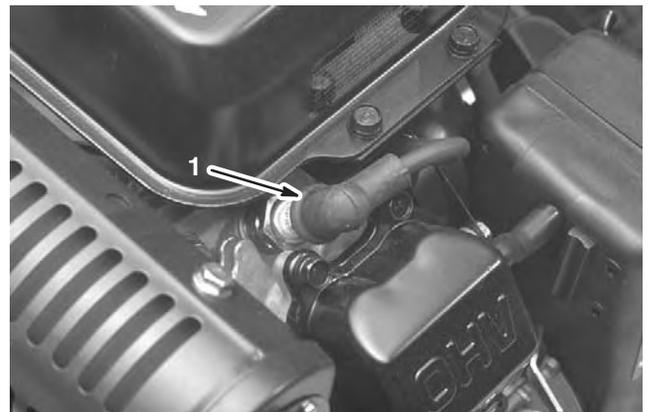

Bild 31
- Reinigen Sie den Bereich um die Zündkerze und nehmen Sie sie vom Zylinderkopf ab (Bild 31)